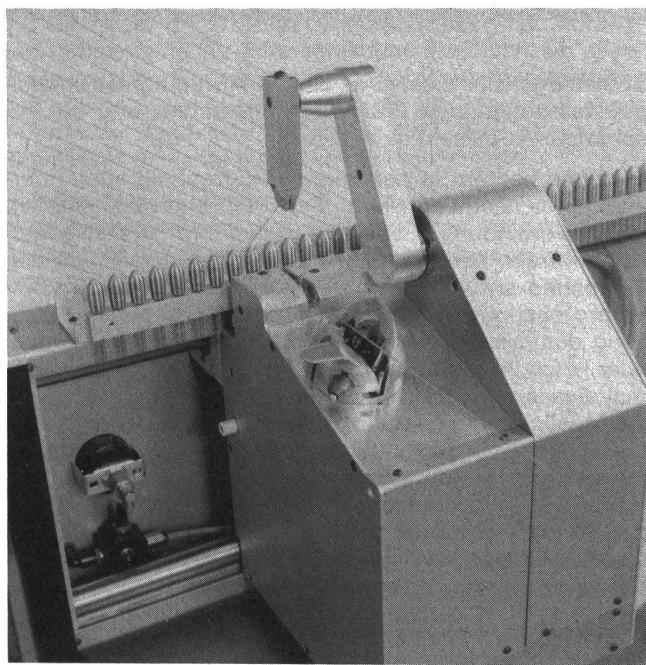

Bild 3
Solche Einschränkungen gelten nicht für einen neuen universellen Spulenwechsler (Modell II), der anlässlich der ITMA 1987 in Paris von Textechno vorgestellt wurde (Bild 3). Dieses Gerät verwendet einen konventionellen Knoter aus einer automatischen Kreuzspulmaschine, der sich in gleicher Weise für ungedrehte und gedrehte Filamentgarne wie für Fasergarne eignet. Das Anknoten erfolgt hier am stillstehenden Faden. In einer Sonderausführung wird der Wechsler mit einem in Fadenlaufrichtung nachgeschalteten Speicherfournisseur ausgestattet. Da derartige Fournisseure intermittierend arbeiten, kann die Anknotphase so in die Aufwickelphase des Fournisseurs gelegt werden, dass auch während des Anknotens ausgangs des Wechslers ein kontinuierlicher Fadenlauf möglich ist (2).